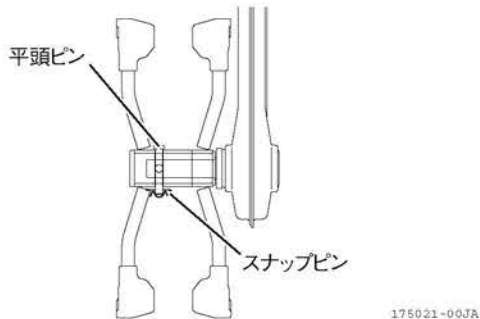

図 3-19
5. ゴムラグ車輪を車軸に入れ、平頭ピンを取り付け、スナップピンを取り付けます。(図 3-19)